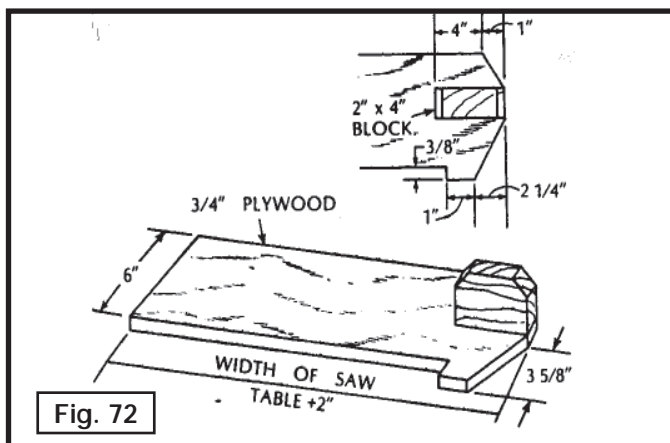

Fig. 72
4. Il peut être dangereux de scier des pièces étroites en long si cette opération n'est pas réalisée avec prudence. Si possible, scier la pièce étroite à partir de la pièce la plus large. Si l'ouvrage est assez petit, utiliser un poussoir. (Un poussoir peut être construit comme le montre la Fig. 72 et utilisé comme le montre la fig. 73).